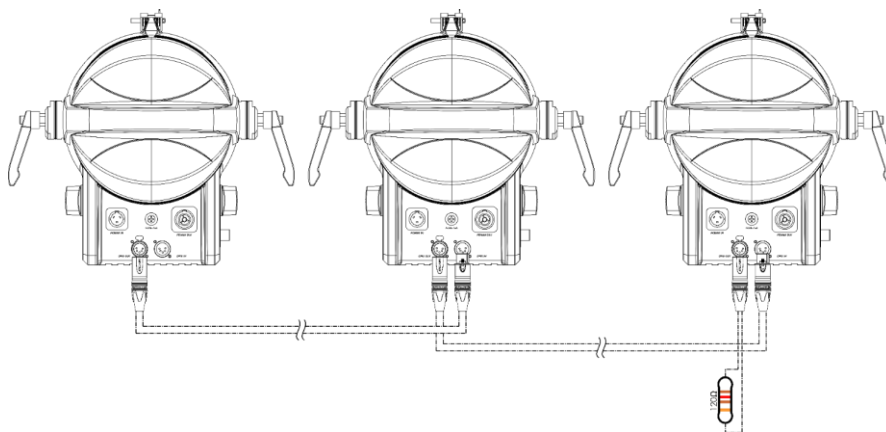

Fig. 13
- 02) Repita el paso 1 para todos los dispositivos como se indica en la Fig. 13.